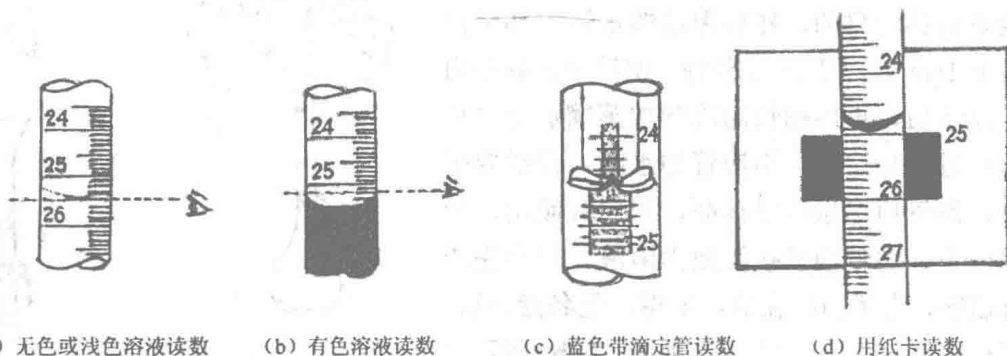

图 10 滴定管的读数方法
① 装入溶液或放出溶后，需等 1~2 分钟，使附着内壁上的溶液流下来以后才能读数（详图 10）。
② 对于无色或淡色溶液，读取与弯月面相切的刻度。对于有色溶液（如 KMnO_4 、 I_2 溶液等），读取视线与液面两侧的最高点呈水平处的刻度。
③ 使用“蓝带”滴定管时，无色溶液读取两个弯月面在蓝线上的交点，有色溶液读两个弯月面两侧的最高点。
④ 每次滴定前应将液面调节在 0.00 刻度，这样可固定在某一段体积范围内滴定，以减少体积误差。
⑤ 读数应读至小数点后第二位，而且要求准确到 0.01ml。
⑥ 对于初学者，可采用读数卡。读数卡可用黑纸或涂有墨的长方形（约 $3 \times 1.5\text{cm}^2$ ）的白纸制成。读数时，将读数卡放在滴定管背后，使黑色部分在弯月面下 1mm 处，此时即可看到弯月面的反射层呈黑色，然后读取与此黑色弯月面相切的刻度。